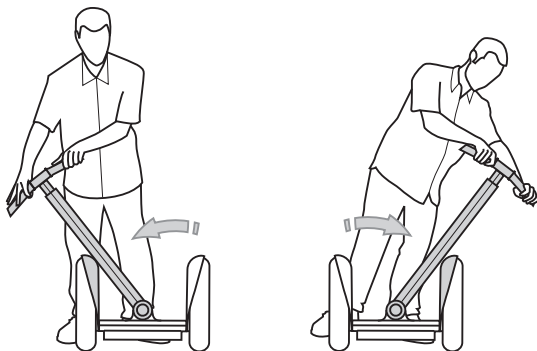

Abbildung 2. Den LeanSteer-Rahmen von der Steckhülse lösen
3. Neigen Sie den LeanSteer-Rahmen abwechselnd ganz nach links und rechts, bis er lose ist. Eventuell hören und fühlen Sie ein Klicken, wenn sich die Spannkeile von der Steckhülse lösen. Siehe Abbildung 2.